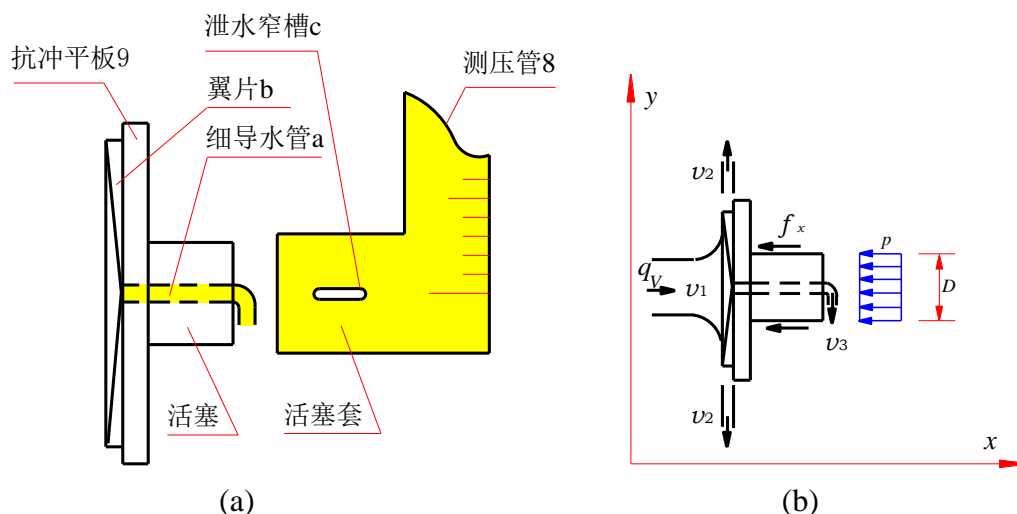

图 2 活塞构造与受力分析
测力机构由带活塞套并附有标尺的测压管 8 和带活塞及翼片的抗冲平板 9 组成。分部件示意图如图 2(a)所示。活塞中心设有一细导水管 a ，进口端位于平板中心，出口端伸出活塞头部，出口方向与轴向垂直。在平板上设有翼片 b ，活塞套上设有泄水窄槽 c 。
(3) 工作原理。为了精确测量动量修正因数 β ，本实验装置应用了自动控制的反馈原理和动摩擦减阻技术。工作时，活塞置于活塞套内，沿轴向可以自由滑移。在射流冲击力作用下，水流经导水管 a 向测压管 8 加水。当射流冲击力大于测压管内水柱对活塞的压力时，活塞内移，窄槽 c 关小，水流外溢减少，使测压管 8 水位升高，活塞所受的水压力增大。反之，活塞外移，窄槽开大，水流外溢增多，测压管 8 水位降低，水压力减小。在恒定射流冲击下，经短时段的自动调整后，活塞处在半进半出、窄槽部分开启的位置上，过 a 流进测压管的水量和过 c 外溢的水量相等，测压管中的液位达到稳定。此时，射流对平板的冲击力和测压管中水柱对活塞的压力处于平衡状态，如图 2(b)所示。活塞形心处水深 h_c 可由测压管 8 的标尺测得，由此可求得活塞的水压力，此力即为射流冲击平板的动量力 F 。
取控制体如图 2(b)，因滑动摩擦阻力水平分力 $F_f < 0.5\% F_x$ ，可忽略不计，故 x 方向的动量方程可化为
(1) 实测 β 与公认值 ($\beta = 1.02 \sim 1.05$) 符合与否？如不符合，试分析原因。
(2) 带翼片的平板在射流作用下获得力矩，这对分析射流冲击无翼片的平板沿 x 方向的动量方程有无影响？为什么？
(3) 如图 2，若通过细导水管 a 的分流，其出流角度与 v_2 相同，对以上受力分析有何影响？